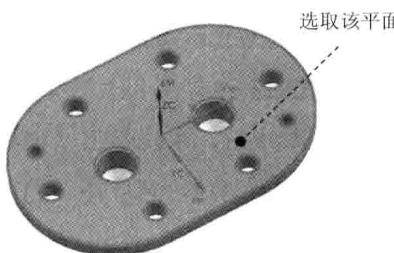
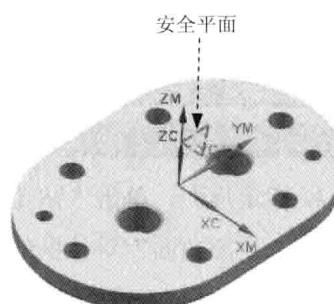

图 1.13 选取参照平面
图 1.14 创建安全平面
Step3. 单击“安全平面”对话框中的 **指定** 按钮，系统弹出“平面”对话框，选取图 1.13 所示的平面为参照，然后在 **偏置** 区域的 **距离** 文本框中输入值 20，单击 **确定** 按钮，系统返回“安全平面”对话框并创建一个安全平面，如图 1.14 所示。